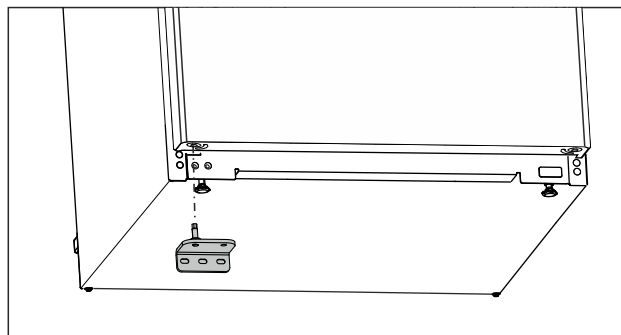

Fig. 24
- Inserire il blocco inferiore di supporto sul lato opposto. (vedere Fig. 24)